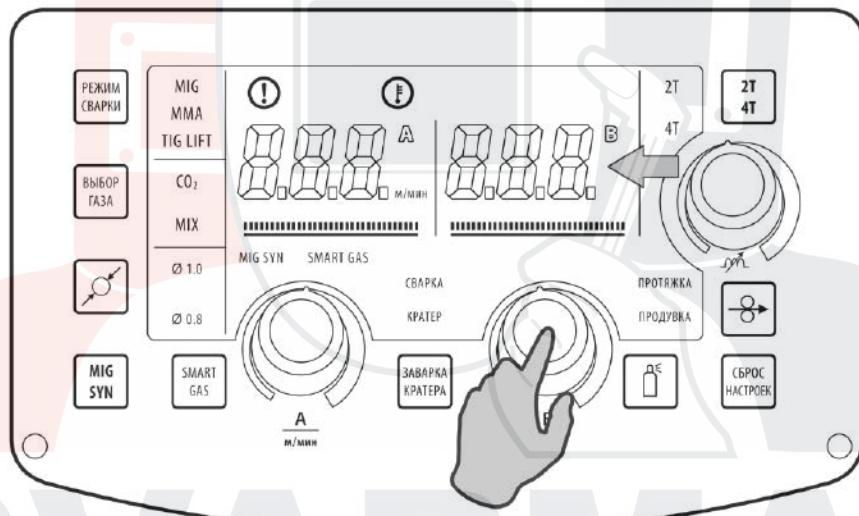

Рис. 10.1.3. Регулятор Arc Force.
**4.** Установите значение форсажа дуги (см. рис. 10.1.3).
Arc Force рекомендуется применять при сварке покрытыми электродами на малых токах (см. рис. 10.1.3). Кнопкой «ЗАВАРКА КРАТЕРА» переключитесь на регулировку форсажа дуги (см. рис. 7.0.2, п. 8) и регулятором выставите значение на 15–20% больше основного тока (см. рис. 7.0.2, п. 9).